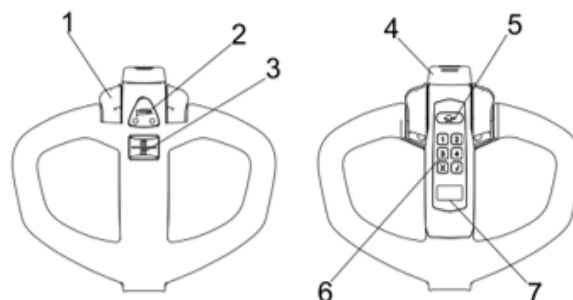

Рис. 6 – Умная рукоять
- Перед запуском тележки нажмите кнопку звукового сигнала (рисунок 6, 2), чтобы включить звуковой сигнал, и выключите его через 5-10 секунд.